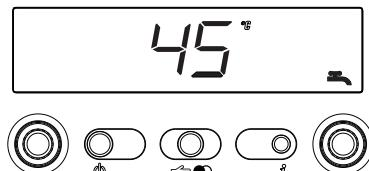

Fig. 66
**Info 4** visualiza la temperatura seleccionada (solo interacumulador con sonda, fig. 66).